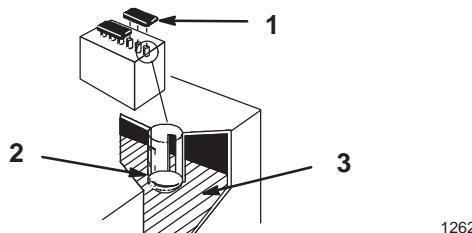

Bild 69
1. Öffnen Sie die Deckel, um in die Zellen schauen zu können. Der Füllstand muss sich beim unteren Teil des Röhrchens befinden (Bild 69). Lassen Sie den Säurestand nicht unter die Oberseite der Platten abfallen (Bild 69).
2. Schrauben Sie die Zellendeckel ab (Bild 69).
3. Gießen Sie langsam destilliertes Wasser in jede Batteriezelle, bis der Stand den unteren Teil des Röhrchens erreicht (Bild 69).